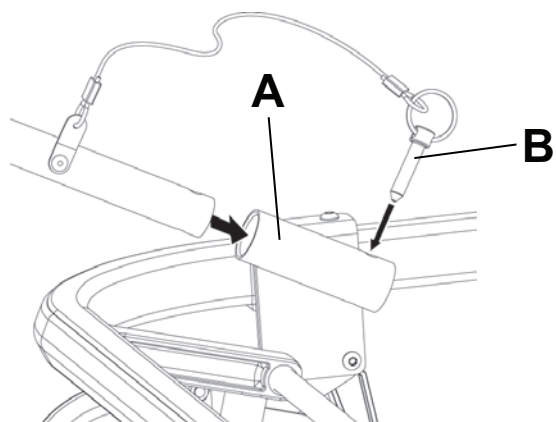

Figure 17 – Fixation des poignées de poussée/traction en option
1. Insérer les poignées de poussée/traction dans les douilles (A) du côté tête et du côté pieds de la civière (Figure 17).
2. Insérer les broches (B) dans les trous pour fixer la poignée à la civière (Figure 17).